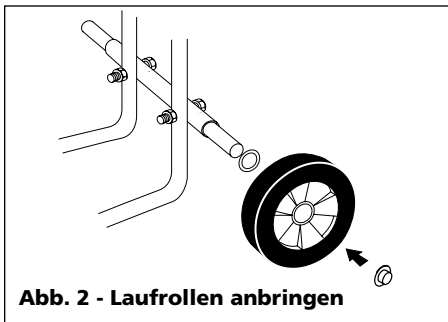

Abb. 2 - Laufrollen anbringen
3. Eine Unterlegscheibe mit 5/8 Zoll Innen-Ø und eine Laufrolle auf jedes Achsenende stecken. Mit einem Hammer eine Palmutter auf jedes Achsenende klopfen, um die Laufrollen festzuhalten (siehe Abb. 2)